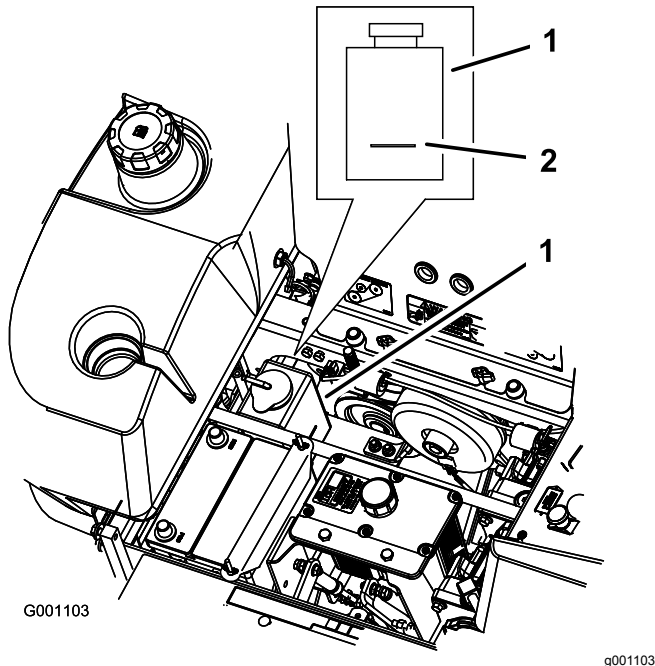

Figure 71
3. Lorsque le moteur est froid, vérifiez le niveau de liquide dans le vase d'expansion. Le liquide doit atteindre la bosse à l'extérieur du vase d'expansion (Figure 71).
4. Si le niveau de liquide est insuffisant, versez un mélange 50/50 d'antigel longue durée/Dex-Cool® et d'eau dans le vase d'expansion (Figure 71).
5. Versez une quantité suffisante de mélange 50/50 dans le vase d'expansion pour atteindre le trait de repère (Figure 71).